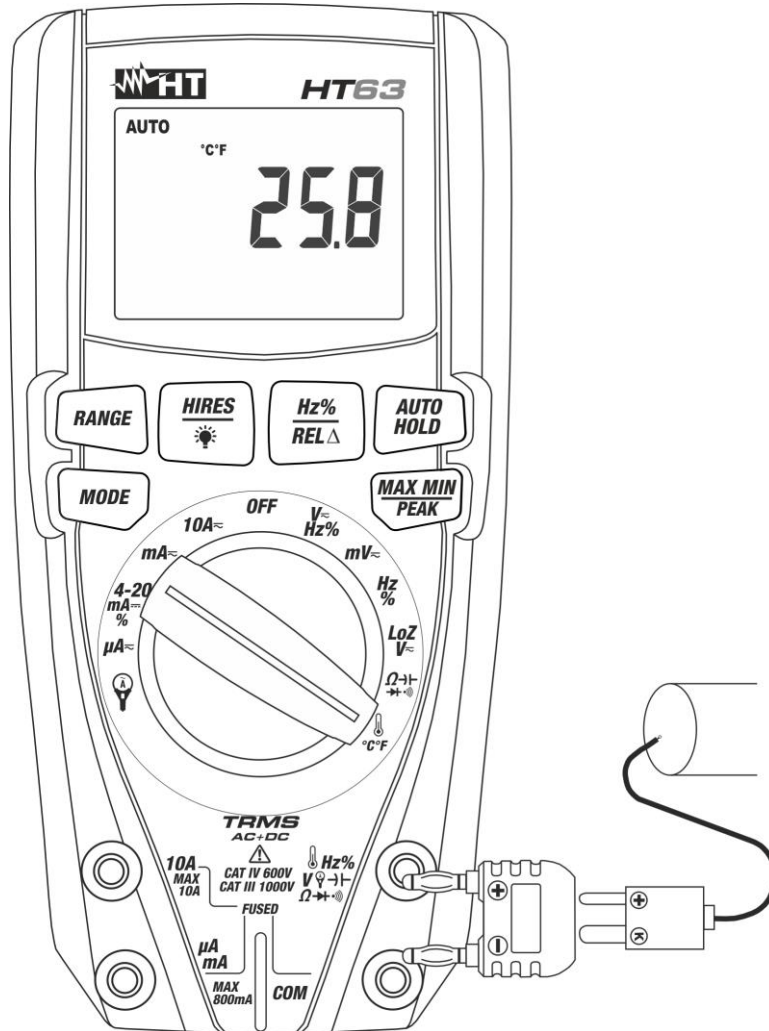

Fig. 9: Uso del instrumento para medida de Temperatura
3. Inserte el adaptador en dotación en los terminales de entrada Hz% V → | Ω → | (polaridad +) y **COM** (polaridad -) (vea Fig. 9)